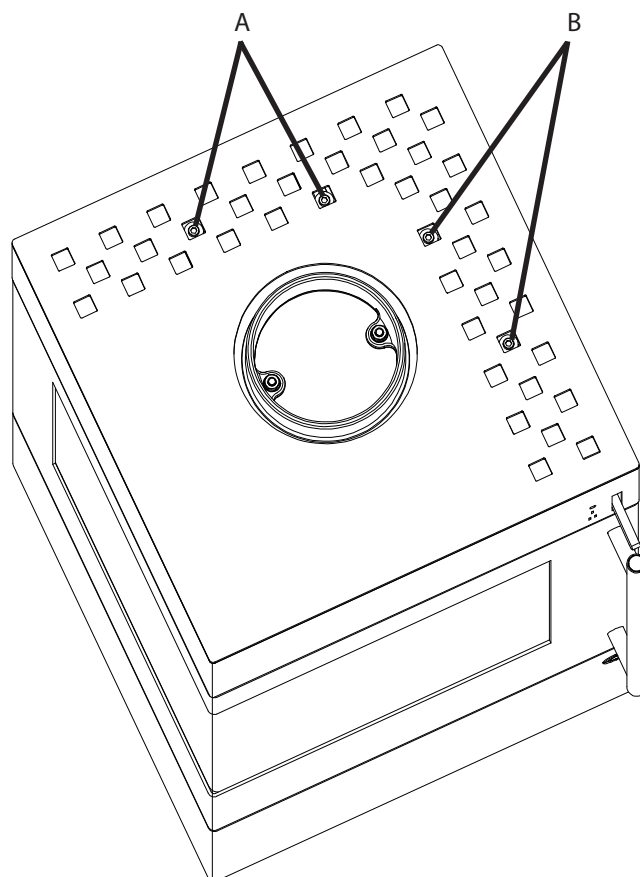

Fig.1
- Desserrer les vis de fixation (A) de la paroi arrière et les vis de fixation (B) de la paroi latérale situées en haut de l'appareil (max. 2 tours, voir Fig.1).